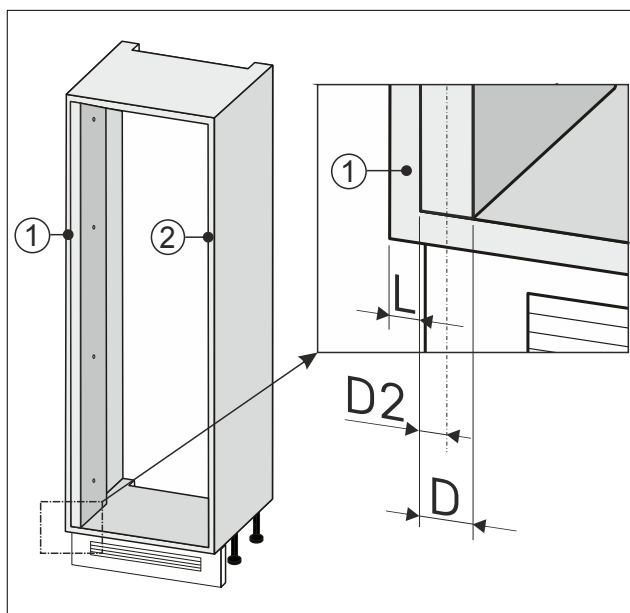

Fig. 94
- Poznamenejte si poloviční šířku Fig. 94 (D2) stěnového vyrovnání.